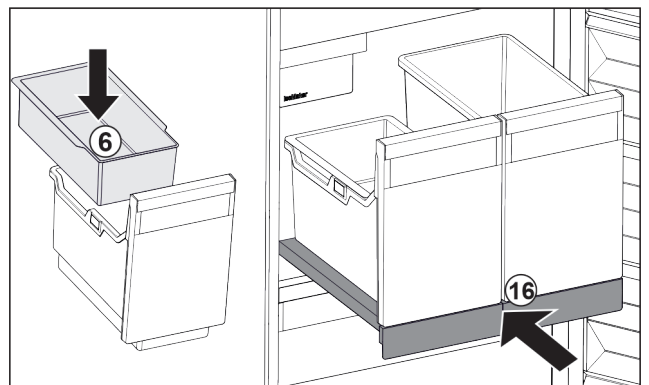

Fig. 40
- Inserire la vaschetta da agganciare Fig. 40 (6) per i cubetti di ghiaccio.
- Inserire il ripiano estraibile con il contenitore (IceTower). Fig. 40 (16)